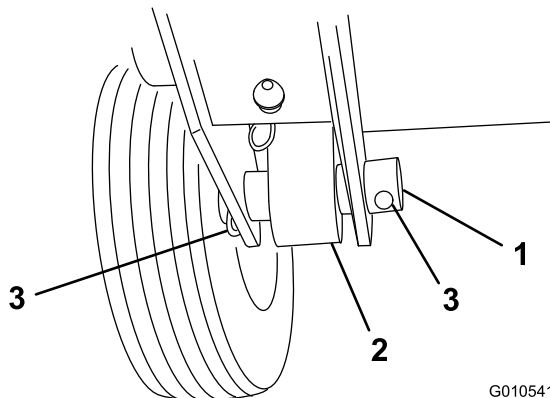

Bild 3
2. Distanzstück (2)
5. Montieren Sie das hintere Ende des Hubarms mit einem Lagerbolzen und 2 Splints (werden mit der Zugmaschine geliefert) am Hubzylinder (Bild 3).